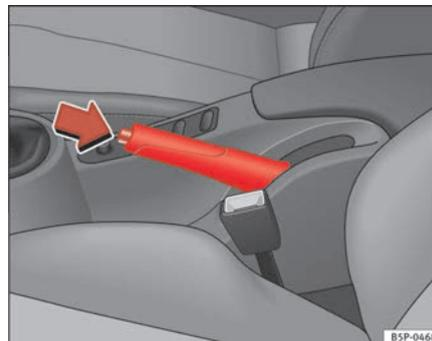

Fig. 145 Freno de mano entre los asientos delanteros
- Tire con fuerza de la palanca del freno de mano hacia arriba ⇒ fig. 145.
- Tire ligeramente de la palanca hacia arriba, presione el botón de desbloqueo en la dirección de la flecha ⇒ fig. 145 y baje completamente la palanca ⇒